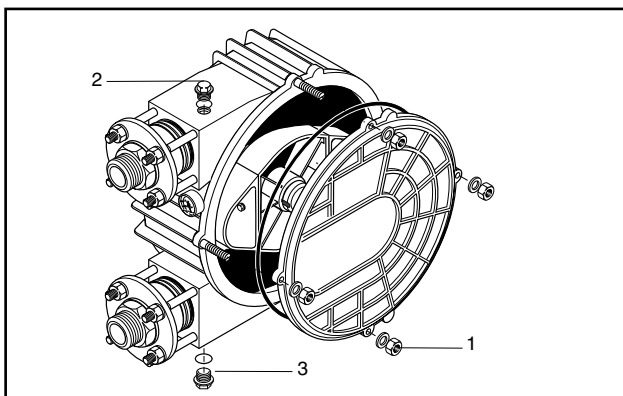

Abb. 13 Pumpenkopf
3. Verschlusschraube (Pos. 2, Abb. 13) herausdrehen, Verschlusskappe von Ölablassventil (Pos. 3, Abb. 13) abschrauben, Anschlussstück aufschrauben und Gleitflüssigkeit in ein Gefäß ablaufen lassen.
4. Pumpendeckel und O-Ring nach dem Abschrauben der 4 Deckelmuttern (Pos. 1, Abb. 13) abnehmen und Rest-Gleitflüssigkeit aus dem Pumpengehäuse in das Auffanggefäß ablaufen lassen.